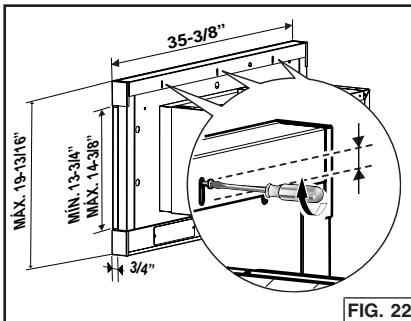

FIG. 22
1. Afloje los tres (3) tornillos en el borde decorativo superior. Fig. 22.
3. Vuelva a ajustar los tres (3) tornillos en el borde decorativo superior.